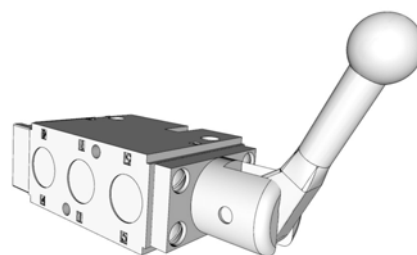

FIG. 16
- Maniglia tirata: mette in funzione la bobina (FIG. 16).